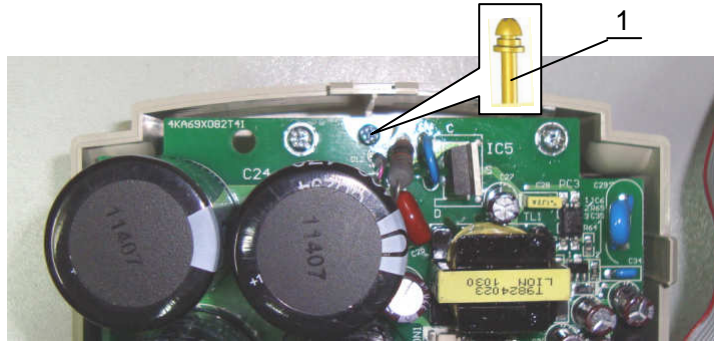

Рис.6.9
6.6.1. Выкрутить винт 1 крепления радиатора к основанию корпуса (рис. 6.9). Положить винт в тару.